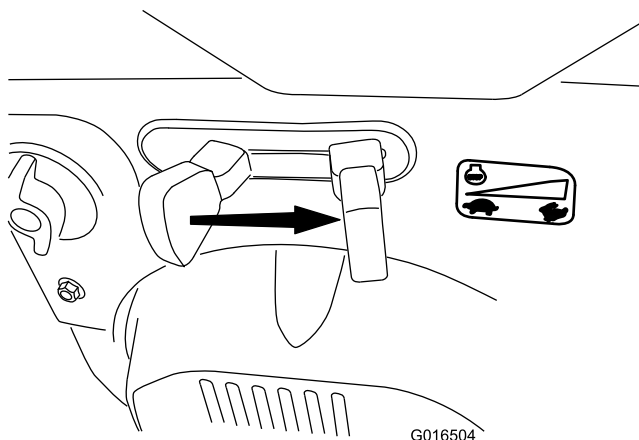

Bild 23
6. Stellen Sie den Gasbedienungshebel auf SCHNELL (Bild 23).